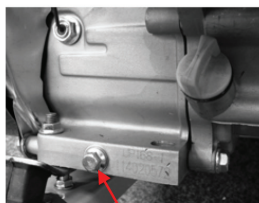

Рис. 18
3. Выкрутите сливной болт (Рис. 18, 19)
5. Закрутите на место сливной болт с прокладкой (Рис. 18)